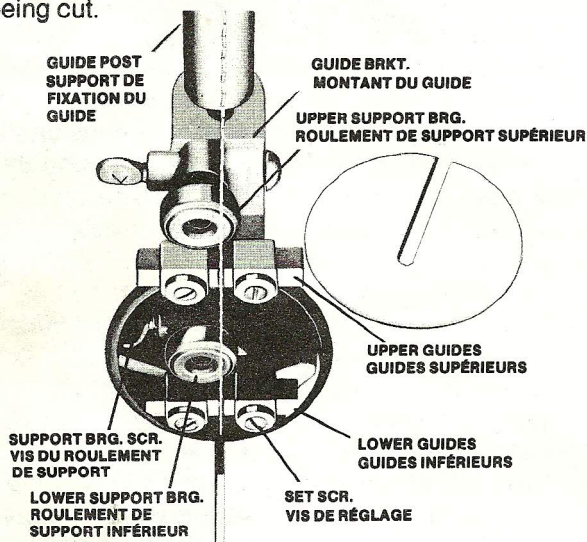

Fig. 3
3. UPPER AND LOWER BLADE GUIDES, Fig. 3
4. SUPPORT BEARING, Fig. 3
3. GUIDE-LAME SUPÉRIEUR ET INFÉRIEUR, fig. 3
4. ROULEMENT DE SUPPORT, figure 3